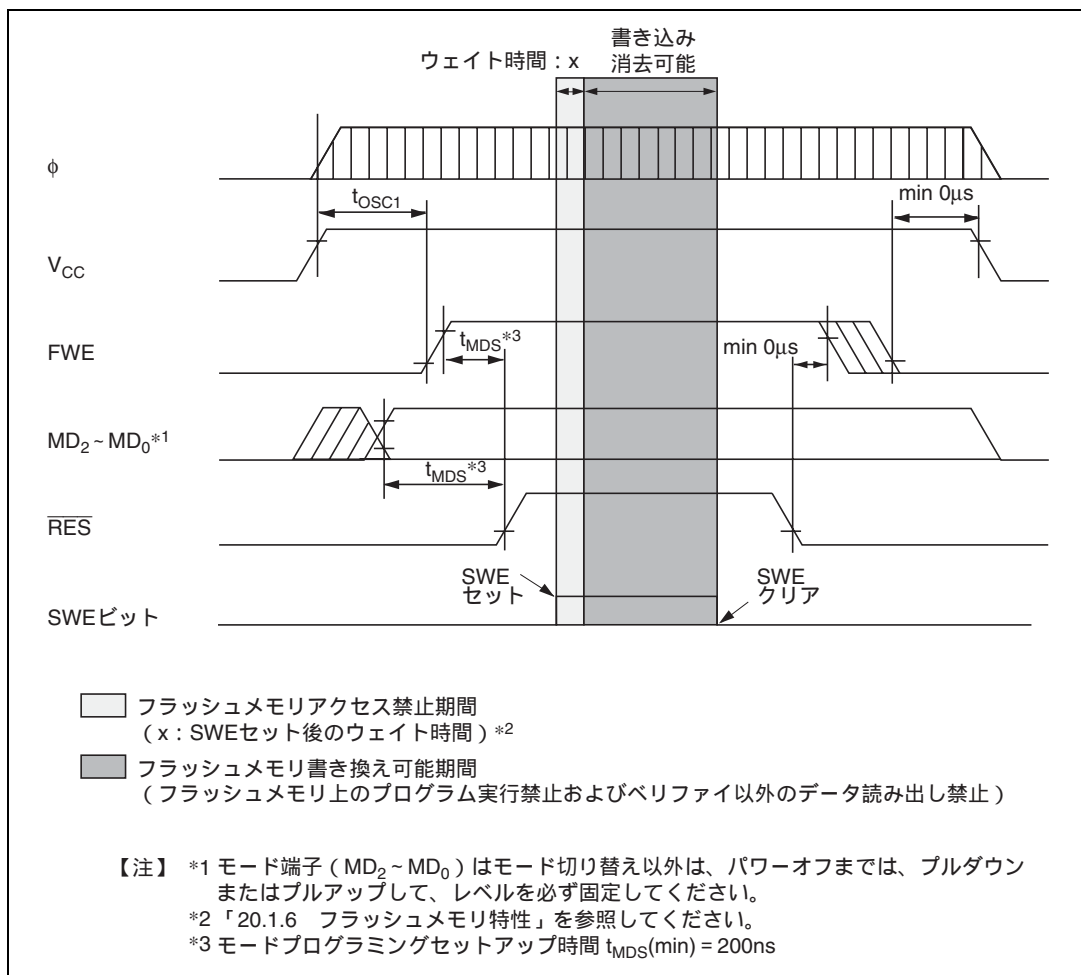

図 17.36 電源投入/切断タイミング (ブートモード)
(2) 電源投入 / 切断時の注意 (図 17.36 ~ 図 17.38 参照)
(3) FWE 端子の印加 / 解除の注意 (図 17.36 ~ 図 17.38 参照)